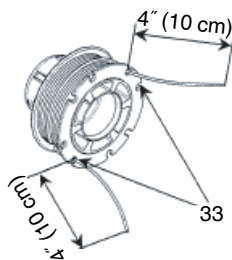

Fig. 39
(4) Poussez chaque fil dans les trous d'arrêt (33) en laissant des bouts libres d'environ 4" (10 cm). (Fig. 39)